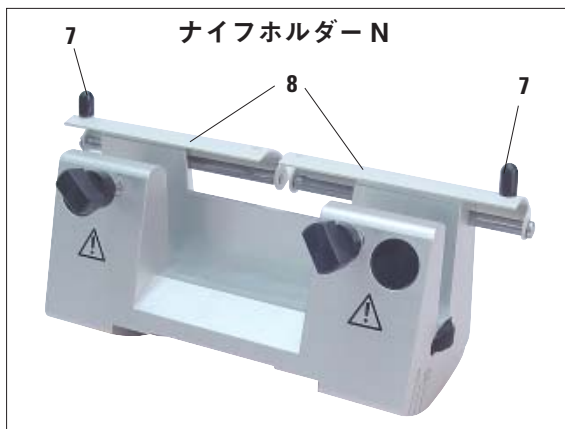

図3
ナイフホルダー N/NZ のナイフガード (8) は、2 個のボタン (7) で簡単に位置合わせすることができます (図3)。